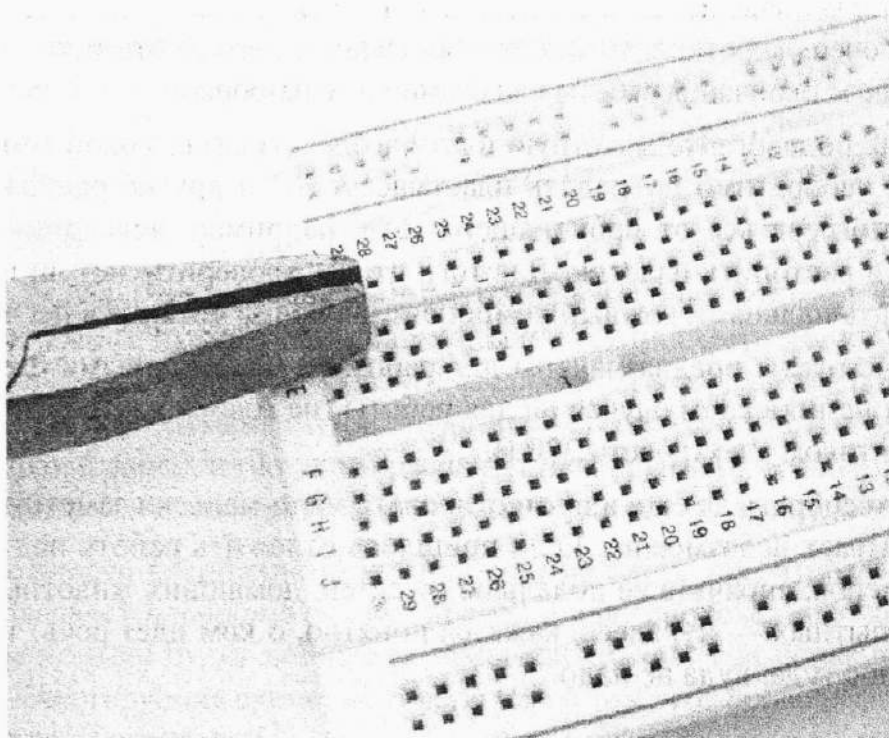

Рис. 11.4. После зачистки провода согните его и вставьте в нужные отверстия макетной платы
3. После снятия изоляции остается взять проводок и загнуть его кончики плоскогубцами под углом примерно 90 градусов, как показано на рис. 11.4.